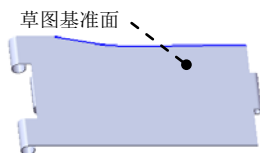

图 14.4.21 切除—拉伸 3
Step12. 创建图 14.4.21 所示的切除—拉伸 3。
(1) 选择命令。选择下拉菜单 **插入(I)** → **切除(C)** → **拉伸(E)...** 命令。
(2) 定义特征的横断面草图。
① 定义草图基准面。选取图 14.4.21 所示的表面作为草图基准面。